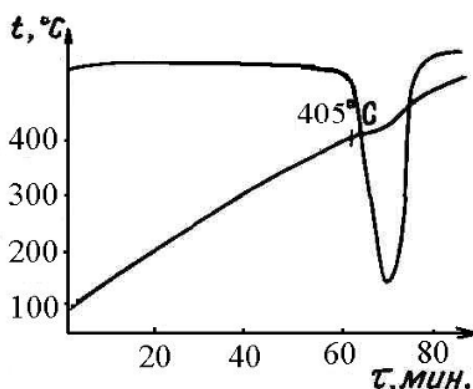

Рисунок 1 – Данные ДТА брусита Кульдурского месторождения
1. На основании данных дифференциально-термического анализа брусита Кульдурского месторождения (рисунок 1) разработайте технологию получения каустического магнезита. Опишите влияние температурного режима обжига на качество вяжущего. (ПК-1.1, ПК – 1.2)